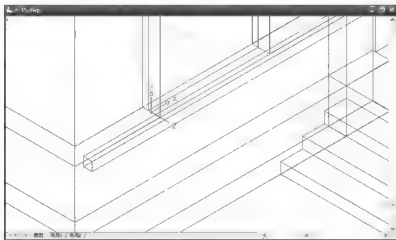

图 6.45 向 Z 轴正方向移动 120mm 后的窗台线
- (1) 向 Z 轴正方向移动 120mm。
- ① 在命令行输入“M”后按 Enter 键, 启动【移动】命令。
- ② 在选择对象: 提示下, 选择刚才建立的窗台线模型。
- ③ 在指定基点或 [位移(D)] <位移>: 提示下, 在绘图区域任意单击一点作为移动的基点。
- ④ 在指定基点或 [位移(D)] <位移>: 指定第二个点或 <使用第一个点作为位移>: 提示下, 输入“@0,0,120”, 表示将窗台线模型向 Z 轴正方向移动 120mm, 结果如图 6.45 所示。